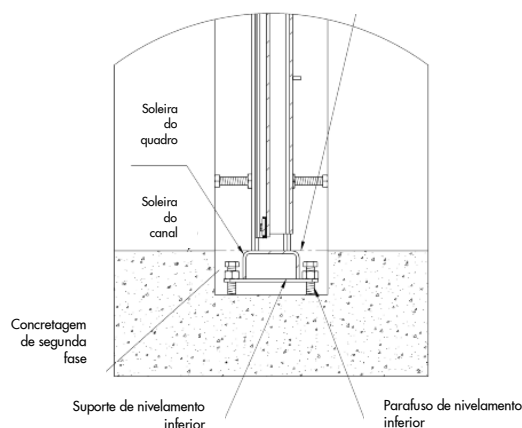

Figura 5
- Alinhe a unidade verticalmente e certifique-se de que o quadro esteja alinhado com a soleira do canal. Ajuste os parafusos dos "Suportes de Nivelamento Inferior" se necessário (Vide Figura 5)